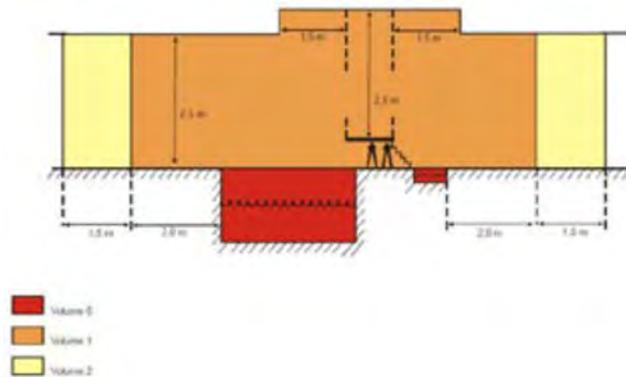

Figure 1
- soit en dehors des volumes 0, 1 et 2 (voir figures 1 à 3) ;